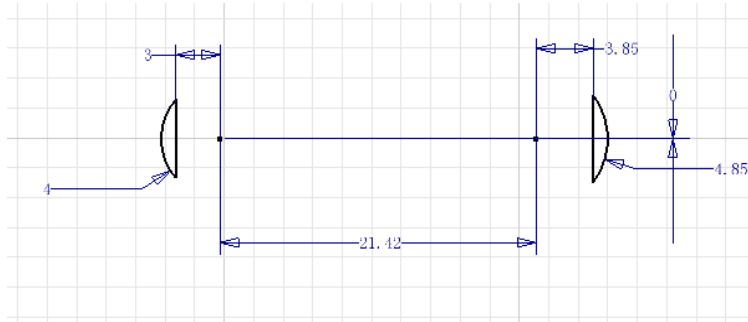
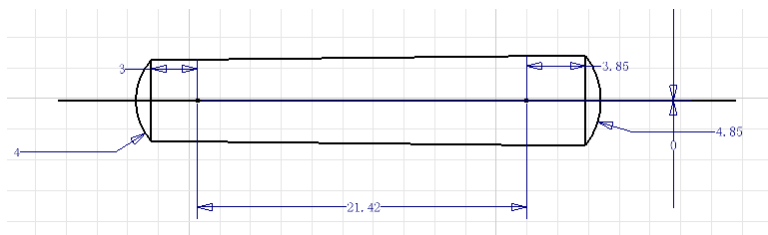

图 6-34 去除多余线条后的草图
图 6-35 连接几何图元并绘制旋转轴直线
③单击【草图】标签栏【修改】面板的【修剪】工具按钮，去除多余的线条，此时的草图如图 6-34 所示。选择【直线】工具按钮，在草图将剩余的几何图元连接，并且绘制旋转轴直线，如图 6-35 所示。